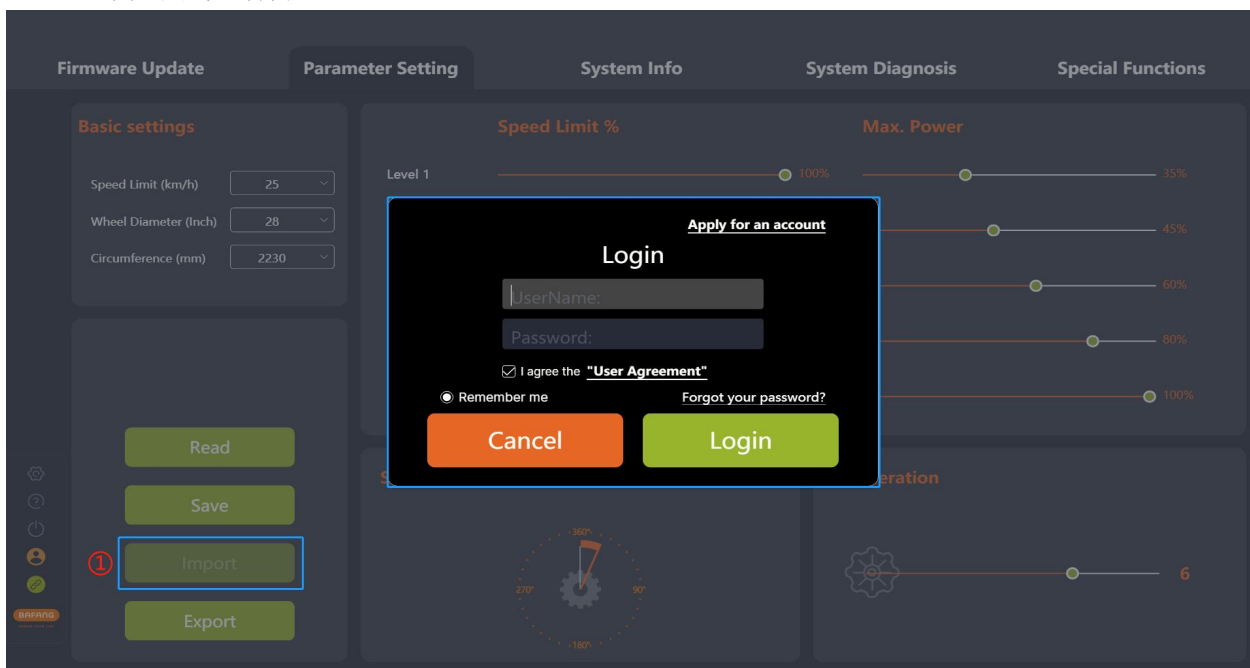

图 5-7 导入
- (1) 如果将已生成的参数配置文件（xml 格式）设置到控制器中，点击“导入”。如未登录会弹出登录界面，提示用户登录（如图 5-7）；
- (2) 验证规则：导入的控制器硬件版本和参数配置文件中的控制器硬件版本信息是否一致，如果不一致会给出提示同时拒绝导入；如果一致，方可导入。
- (3) 从本地选择设置的参数配置文件；
- (4) 点击“打开”。